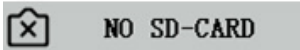

Figura 6-2
2. Al pulsar el botón de instantánea, grabar vídeos y tomar fotos a una hora fija, aparecerá el mensaje "espacio disponible insuficiente", como se muestra en la Figura 6-2. Por favor, ordene el espacio de la tarjeta SD en el ordenador antes de insertar la cámara para su uso.